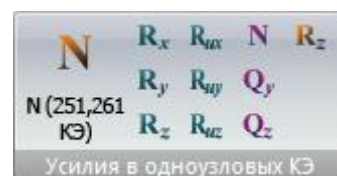

Рис. 83. Панель **Усилия в одноузловых КЭ**
- **Усилия в одноузловых КЭ** (рис.83) – отображение на экране мозаик усилий в одноузловых элементах расчетной схемы.
Панель **Усилия в одноузловых КЭ** (рис.83) содержит следующие команды: